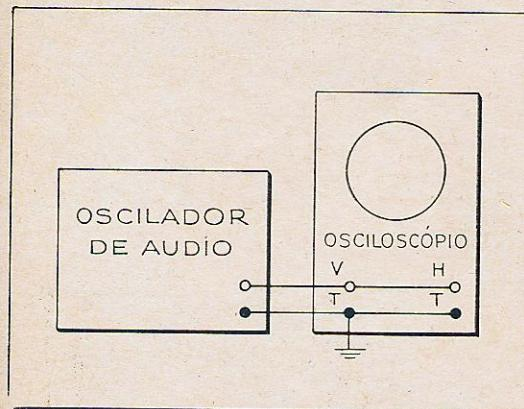

Figura 5
Resultados do teste do osciloscópio com o arranjo da figura 5. Obtendo-se um traço único, como em (A) em toda a gama das áudio-frequências, o osciloscópio poderá ser usado para testes como o da figura 4. Se resultarem traços elípticos (B) ou circular (C), o instrumento é inadequado.